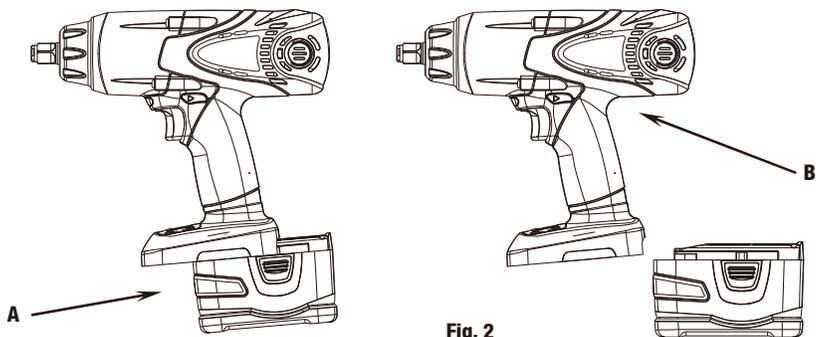

Fig. 2
**PARA RETIRAR A BATERIA:** Carregar no botão de libertar e retirar a bateria (A) da ferramenta (B) (ver Fig. 2).
**PARA COLOCAR A BATERIA:** Inserir a bateria (A) na ferramenta até esta encaixar (ver Fig. 2).